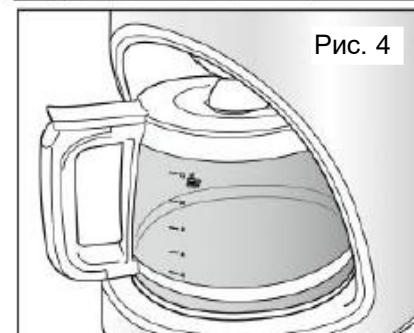

Рис. 4
4. В баке для воды имеется маркировка от 2 до 12 чашек, на шкале кофейника отмечено количество от 4 до 12 чашек (см. Рис. 4). Количество воды отмечает количество приготавливаемых чашек кофе.